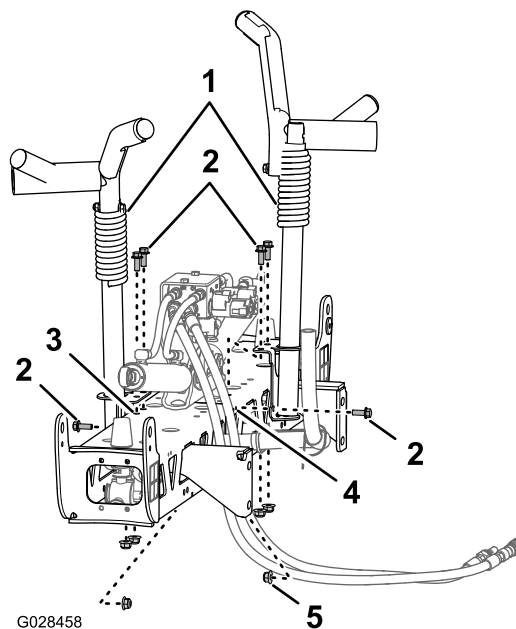
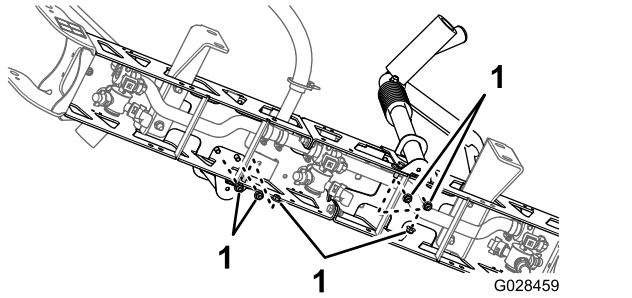

Figura 37
Figura 38
- 2. Alinee los soportes de transporte del brazo con la sección del brazo central (Figura 37).
3. Instale los soportes en la sección del brazo (Figura 37 y Figura 38) con 6 pernos ($\frac{3}{8}$ " x 1") y 6 contratuercas con arandela prensada ($\frac{3}{8}$ ").